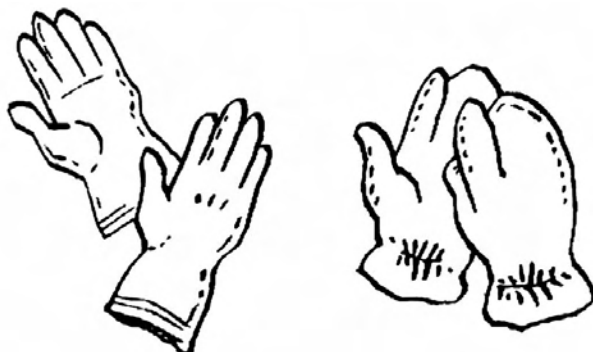

FIG. 05
- Guantes resistentes y que se adapten bien a las manos, lo que nos evitara que las manos resbalen, sirven de aislantes del frío y absorbedores de vibraciones, golpes y arañazos, así como disminuir cortes con la cadena por posible rebote, o caída sobre la cadena. **FIG. 05**